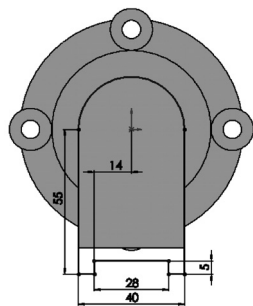

图 7-93 绘制凸台草图 3
2) 绘制凸台草图 3。单击“草图”控制面板中的 $\text{L}$  (直线) 按钮和 $\odot$  (圆) 按钮, 或选择菜单栏中的“工具”→“草图绘制实体”→“直线”和“圆”命令, 绘制凸台草图 3。单击“草图”控制面板中的 $\text{L}$  (智能尺寸) 按钮, 或选择菜单栏中的“工具”→“标注尺寸”→“智能尺寸”命令, 对草图进行尺寸标注, 效果如图 7-93 所示。